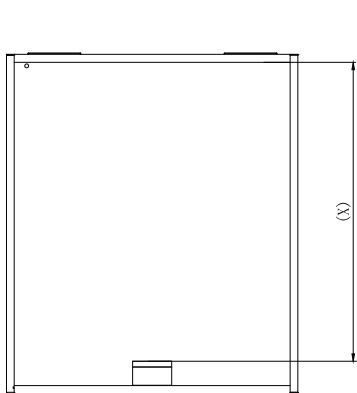

Fig. 3
2.1 Mesurer la distance entre le haut des deux barres en alliage d'aluminium à l'aide d'un mètre ruban : $(x-3)$ MM(Fig.3.) Répéter l'opération comme indiqué aux points 1.2-1.4(Fig.4).